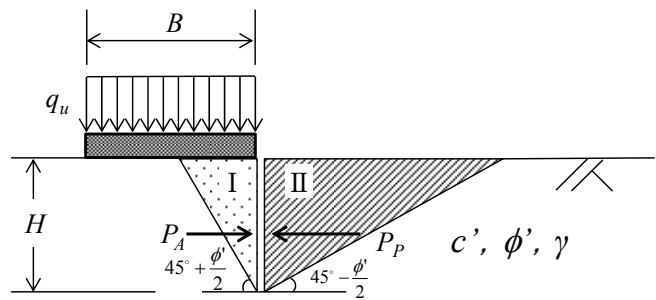

図 2
(3) ランキン土圧を利用して地盤の支持力を計算する。次の空欄に入る式を以下の文中および図中の記号を用いてそれぞれ示せ。図2のように内部摩擦角 $\phi'$ 、粘着力 $c'$ 、単位体積重量 $\gamma$ の地盤上に幅 $B$ の基礎がある。ランキン土圧を用いて基礎の極限支持力 $q_u$ を計算する場合、基礎直下の領域Iと基礎周辺の領域IIがそれぞれ主働状態と受働状態であり、その境界に摩擦のない滑らかな壁面が存在すると仮定する。ここで、ランキンの主働土圧係数と受働土圧係数をそれぞれ、 $K_A$ と $K_P$ とする。まず、極限支持力 $q_u$ が地盤上に等分布荷重として作用していることを考慮して、領域Iでの深さ $H$ における水平方向の土圧を求めると[ ① ]となり、土圧合力 $P_A$ は[ ② ]となる。また、領域IIでの深さ $H$ における水平方向の土圧を求めると[ ③ ]となり、土圧合力 $P_P$ は[ ④ ]となる。土圧合力 $P_A$ と $P_P$ が等しいとおくと極限支持力 $q_u = [ ⑤ ] \cdot c' + [ ⑥ ] \cdot \gamma \cdot B/2$ となる。ただし、⑤と⑥は、 $K_A$ と $K_P$ のみを用いて示せ。なお、深さ $H$ は、領域Iの幾何学的な条件から、 $H = B/(2 \cdot \tan(45^\circ - \phi'/2)) = B/2/\sqrt{K_A}$ の関係がある。